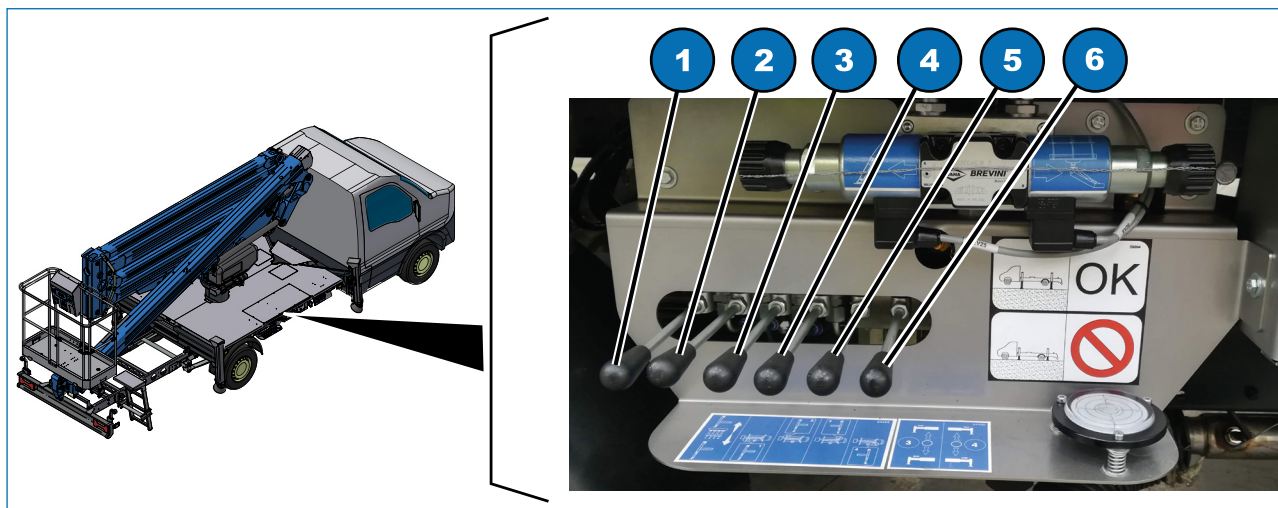

Fig. 6.9
- 2) far rientrare gli stabilizzatori fino a fine corsa, azionando le leve di movimentazione (Fig. 6.9, 1, 2, 3 e 4);
- 3) far rientrare le traverse fino a fine corsa, azionando le leve di movimentazione (Fig. 6.9, 5 e 6);